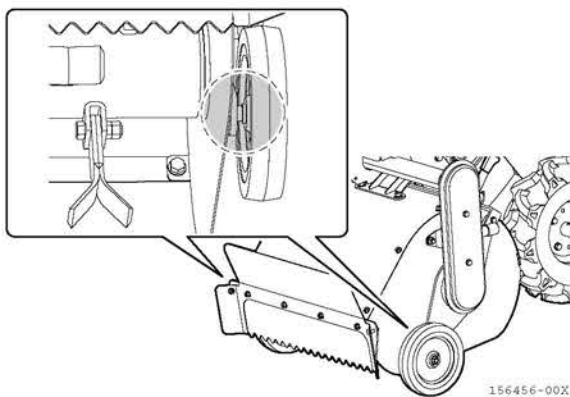

図 3-5 ゲージ輪の詰まり部
- 4) ローターカバーとゲージ輪アームの間に詰まった泥・草などを取り除きます。(図 3-5)